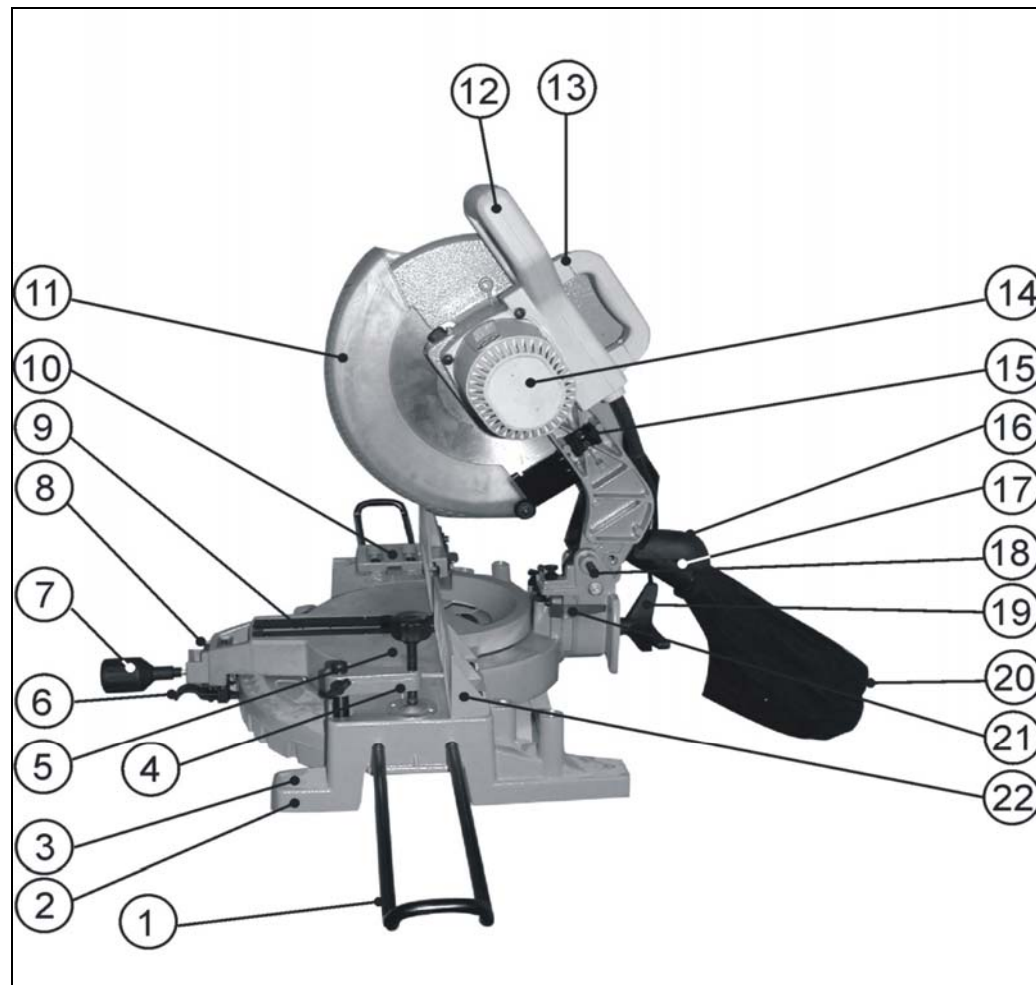

Рис.2
7. УСТРОЙСТВО ПИЛЫ, Рис. 2
8.1. Закрепите поворотный стол (5) с помощью винта фиксации поворотного стола (7) и затяните винт фиксации наклона пилы (19). При транспортировке пилы полностью опускается рукоятка пилы (12) и фиксируется в нижнем положении с помощью стопорной шпильки (18). Транспортировка пилы производится непосредственно за транспортную ручку (13), Рис.2.
9.1.1. Закрепите пилу болтами на ровной и устойчивой поверхности верстака. С этой целью станина (2) пилы имеет четыре отверстия (3). Это обеспечивает устойчивость пилы и безопасность эксплуатации, предотвращает возможность травматизма, Рис.2.
9.2.1. На станине (2) предусмотрены гнезда установки вертикальной струбицы (4). Вертикальная струбина (4) может быть установлена в станине (2) как слева, так и справа от места распиливания, Рис. 2.
9.3.1. Перед намеченной операцией определите размер от места распиливания до концов заготовки. Если этот размер превышает 0,55 м., то необходимо установить дополнительные выдвижные опоры (1) с одной или с обеих сторон в специальные отверстия в станине (2) пилы, Рис.2.
10.1. Поднимите вверх крышку (16). На патрубок пылесборника (17) наденьте пылесборник (20), Рис.2.
Используйте пылесборник (20) во время пиления для более аккуратной работы и легкого удаления опилок из рабочей зоны. Когда пылесборник (20) наполнится наполовину, отсоедините его от патрубка пылесборника (17) и освободите от содержимого, расстегнув молнию и слегка встряхнув для удаления опилок, Рис.2.
10.2. При использовании пилы в продолжительном режиме работы целесообразней патрубок пылесборника (17) соединить с пылесосом для сбора стружки и древесной пыли при работе (см. раздел 18, Рис.2).
11. ОРГАНЫ УПРАВЛЕНИЯ**11.1. Приведение пилы в верхнее положение (Рис.2)**
11.2.1. Ослабьте винт фиксации поворотного стола (7), удерживая рычаг фиксации (6) в верхнем положении за головку винта фиксации поворотного стола (7). Поворачивайте поворотный стол (5) на необходимый угол установки, Рис.2.
11.2.2. Поверните стол до совмещения значения угла поворота, нанесённого на поворотном столе (5), с указателем в узле установки поворотного стола (8), Рис.2.
11.3.1. Для изменения угла наклона пиления, удерживая пилу за рукоятку (12), Рис.4, ослабьте установку винта фиксации наклона пилы (19), Рис.2, наклоните пилу влево на предполагаемый угол пиления, контролируя угол по показаниям шкалы (24) и указателя (21), Рис.5. Положение закрепите винтом фиксации наклона пилы (19), Рис.2.